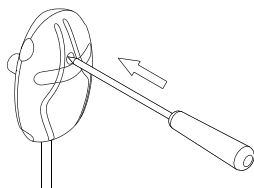

Figura 8. Come ripristinare la protezione termica di sicurezza
- Il sensore di temperatura è dotato di una protezione contro il surriscaldamento che garantisce la sicurezza della stufa e della sauna. Se la temperatura nell'ambiente del sensore sale troppo, il dispositivo di protezione termica di sicurezza interrompe l'alimentazione della stufa. Il ripristino della protezione termica di sicurezza è mostrato in > *Figura 8. Come ripristinare la protezione termica di sicurezza*